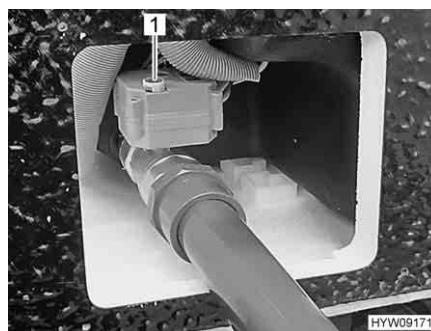

Fig. 166 Manovella (rubinetto di scolo delle acque grigie)
- Per aprire il rubinetto di scolo delle acque grigie sollevare la manovella (Fig. 166,1) e ruotarla in senso antiorario fino a battuta. La direzione di rotazione (O per apertura, S per chiusura) è indicata sulla manovella.
- Per chiudere il rubinetto di scolo delle acque grigie sollevare la manovella (Fig. 166,1) e ruotarla in senso orario fino a battuta.